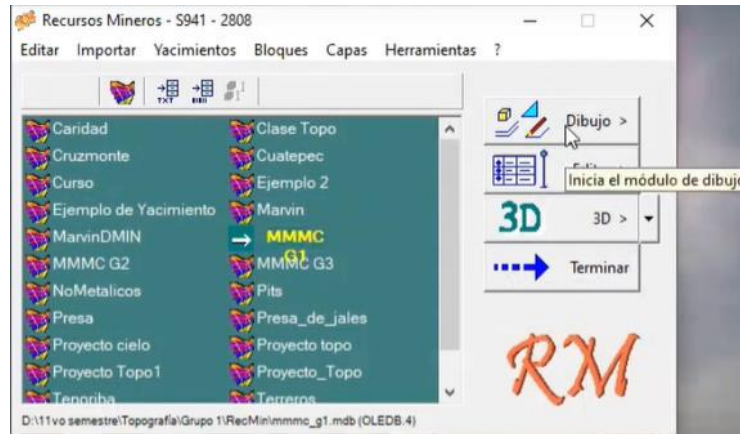

Figura 357. Módulo de dibujo.
30. En el Módulo de yacimientos, seleccionar el proyecto en el que se estará trabajando y presionar el botón “Dibujo” para abrir el Módulo de dibujo. Figura 357.